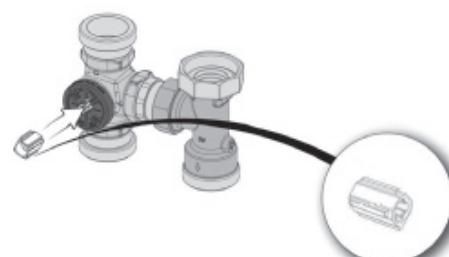

Рис. 18
4. Прилагаемый к сервомотору адаптер (3) (рис. 18) надеть на вентильную вставку смесителя.
5. Убедитесь, что длинное ребро адаптера направлено вниз (рис. 18).